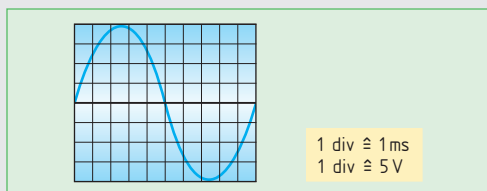

Bild 1: Oszillogramm einer Sinusspannung
2. Mit einem Oszilloskop wird eine sinusförmige Wechselspannung dargestellt (**Bild 1**). Ermitteln Sie **a**) den Spitze-Tal-Wert, **b**) den Scheitelwert, **c**) den Effektivwert **d**) die Periodendauer und **e**) die Frequenz.